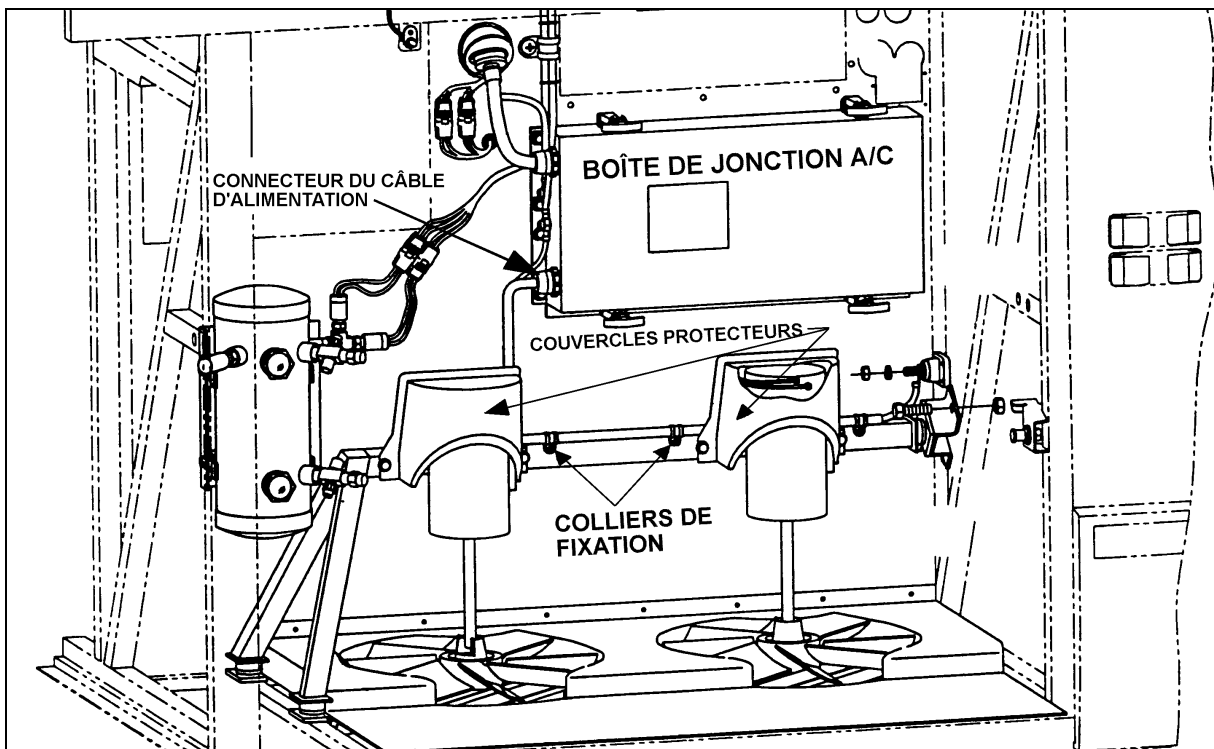

FIGURE 3: COMPARTIMENT DU CONDENSEUR
4. Enlever le couvercle de la boîte de jonction A/C (figure 3).